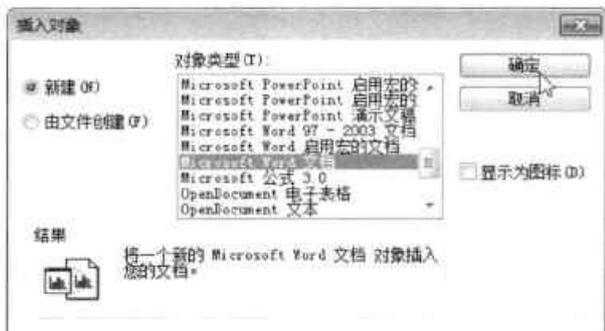

图10-1 选择应用程序
Step 01 执行“插入 > 数据 > OLE 对象”命令，打开“插入对象”对话框。在“对象类型”列表框中，选择所需应用程序选项，这里选择“Microsoft Word 文档”选项，如图 10-1 所示。